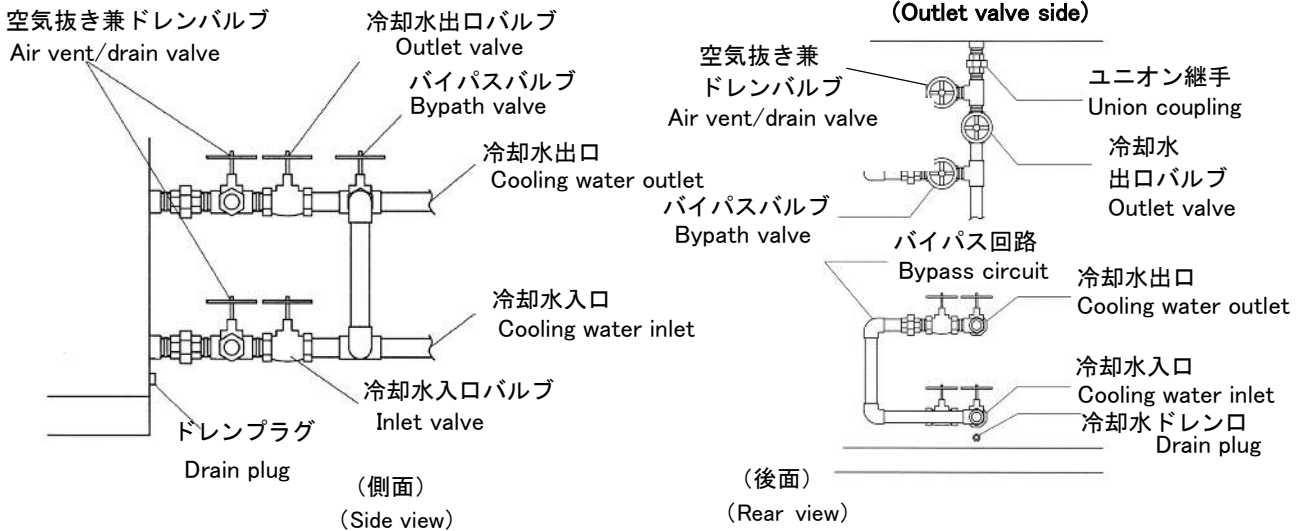

図 2 Figure 2
1. 3-7 項図 2 に示す冷却水ドレン口 (Rp1/4) のプラグを外し、配管してください。配管の途中には別途バルブを設け、通常はバルブを閉じてください。